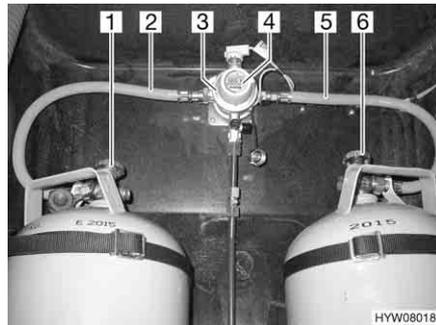
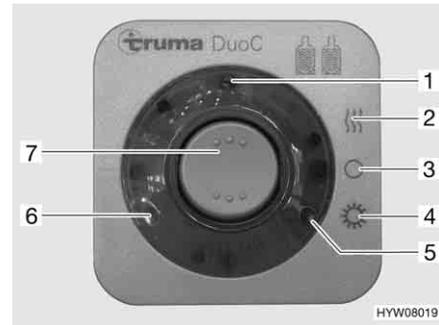

Fig. 102 Instalación de conmutación DuoControl
Fig. 103 Unidad de mando
La instalación de conmutación DuoControl se compone de una válvula selectora (Fig. 102,3) y la unidad de mando (Fig. 103). La válvula selectora está montada entre las gomas del gas (Fig. 102,2 y 5). Con el botón giratorio (Fig. 102,4) en la válvula selectora se puede determinar cuál de las bombonas de gas se utilizará como bombona de servicio y cuál bombona de gas como bombona de reserva.
En la unidad de mando (Fig. 103) únicamente pueden conmutarse las funciones eléctricas. Las llaves de paso principales de las bombonas de gas (Fig. 102,1 y 6) deben abrirse a mano.
La válvula selectora garantiza una presión de gas constante independientemente de cuál sea la bombona de gas que suministre el gas. Las dos luces de control en la unidad de mando indican el nivel de llenado de la bombona de servicio. Al estar encendida la luz de control verde (Fig. 103,6), estará llena la bombona de servicio. Al estar encendida la luz de control roja (Fig. 103,5), estará vacía la bombona de servicio. Entonces, el suministro de gas se realizará a través de la bombona de reserva.
- Abrir las llaves de paso principales en las bombonas de gas (Fig. 102,1 y 6).
- Con el botón giratorio (Fig. 102,4) en la válvula selectora (Fig. 102,3), seleccionar la bombona de gas de la que habrá de tomarse el gas principalmente (bombona de servicio). Girar el botón giratorio siempre hasta el tope.
- Conectar la instalación de conmutación DuoControl en la unidad de mando (Fig. 103). Para ello, ajustar el interruptor basculante (Fig. 103,7) en modo de invierno "On y calentar" (Fig. 103,2) o en modo de verano "On" (Fig. 103,4). Ahora, estará purgada de aire la válvula selectora. La luz de control amarilla (Fig. 103,1) estará encendida al haber seleccionado el modo de invierno y estando conectado el deshelador de regulador.
- Poner el interruptor basculante (Fig. 103,7) en "O" (Fig. 103,3). La luz de control amarilla (Fig. 103,1) se apaga.
- Cerrar las llaves de paso principales en las bombonas de gas (Fig. 102,1 y 6).
- Indicación a distancia** Las luces de control en la unidad de mando (Fig. 103,5 y 6) señalizan en el interior del vehículo si la bombona de servicio está dispuesta para el funcionamiento.
- Cambio de bombonas de gas** En caso de que luz de control verde (Fig. 103,6) se apague durante el servicio y se encienda la luz de control roja (Fig. 103,5), estará vacía la bombona de gas seleccionada como bombona de servicio y deberá ser cambiada. La bombona de reserva seguirá suministrando gas a los consumidores de gas.